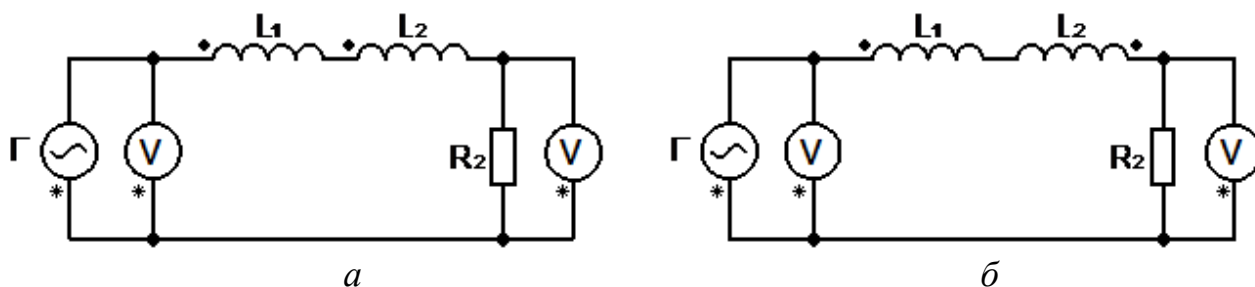

Рис. 2
На рис. 2 изображена система двух последовательно соединенных соленоидов, имеющих общий магнитный поток. В случае сонаправленных полей (рис. 2 а) общая индуктивность такой системы равна:
В случае магнитных полей направленных навстречу друг другу (рис. 2 б) имеем:
8. По данным таблиц 1 и 2 с помощью формулы (5) определите индуктивности L_1 и L_2 . Результаты обработайте по методу косвенных невоспроизводимых измерений.
9. Соедините последовательно два соленоида с индуктивностью L_1 и L_2 для случая сонаправленных полей, собрав схему, изображенную на рис. 2а, используя в качестве резистора R_2 (обратите внимание на соединения катушек согласно расположению точек).
10. Определите напряжения на генераторе U_G и на резисторе U_R , результаты занесите в табл. 3 вместе с частотой сигнала генератора. По формуле (5) определите индуктивность системы катушек $L_{об1}$ в случае сонаправленных полей. Результат занесите в табл. 3.
11. Соедините последовательно два соленоида с индуктивностью L_1 и L_2 для случая противоположно направленных полей, собрав схему, изображенную на рис. 2б, используя в качестве резистора R_2 (обратите внимание на последовательность соединения катушек согласно расположению точек). Определите напряжения на генераторе U_G и на резисторе U_R , результат занесите в табл. 3 вместе с частотой сигнала генератора. По формуле (5) определите индуктивность системы катушек $L_{об2}$ в случае полей, направленных навстречу друг другу. Результат занесите в табл. 3.
12. По данным табл. 3, используя формулу (8), рассчитайте значение коэффициента взаимной индукции L_{12} . Результат занесите в табл. 3.